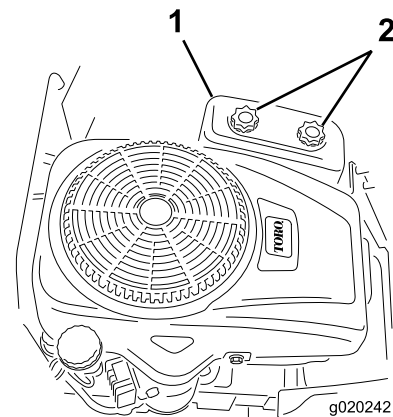

Figura 35
3. Retire la tapa del limpiador de aire desenroscando los 2 pomos (Figura 35).